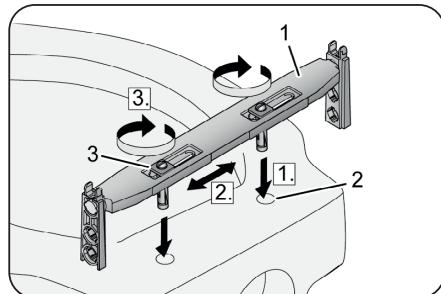

Fig. 5
1. Placez le pont d'appui (1, figure 5) sur le bord arrière de la cuvette des toilettes. Pour ce faire, insérez les chevilles dans les trous (2, fig. 5) de la cuvette des toilettes.
3. Tournez les vis (3, fig. 5) dans le sens des aiguilles d'une montre. Les chevilles sont alors écartées. Serrez les vis avec un couple de serrage de 3 Nm.